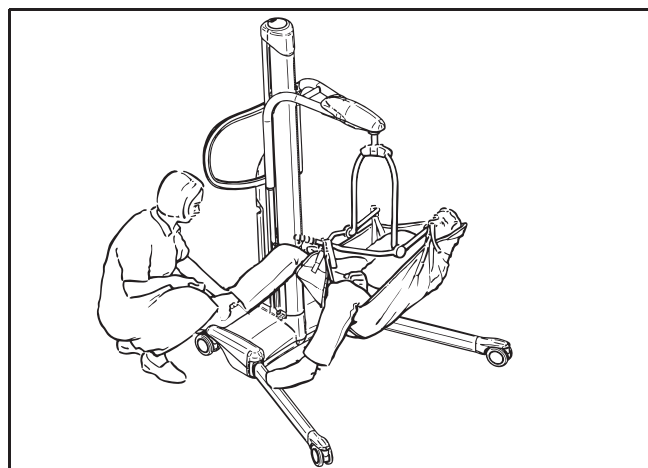

図 35
このリフトが電動式 DPS スプレッダーバーを装備している場合（図 35 を参照）、このタイプのスプレッダーバーの使用方法（患者装着時のスリング位置決め方法、スプレッダーバーへのスリング接続方法、および患者の取り扱い方法を含む）は、本説明書で前述した手動式 DPS スプレッダーバーと同じです。
**警告：電動式 DPS スプレッダーバーに装着されたリフトを使用する前に、図 35 に描かれた各種部品をよくご確認ください。また、怪我の原因となり得る過失を避けるため、本操作説明書をよくお読みの上、十分に理解してください。**